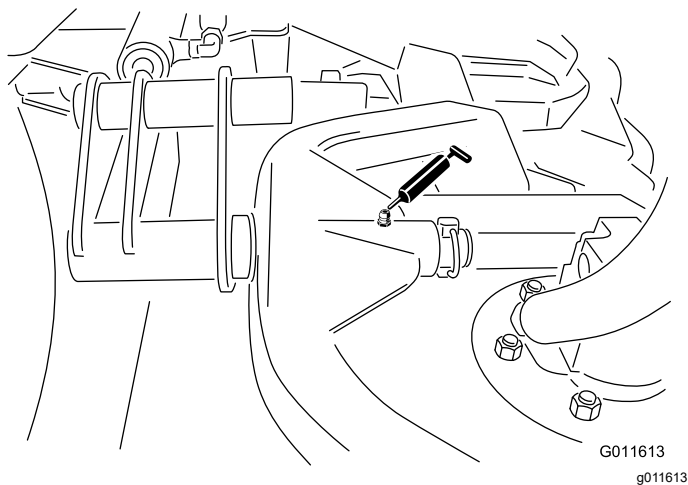

Рисунок 66
- Шарниры несущей рамы режущего блока (по 1 шт.) —Рисунок 66